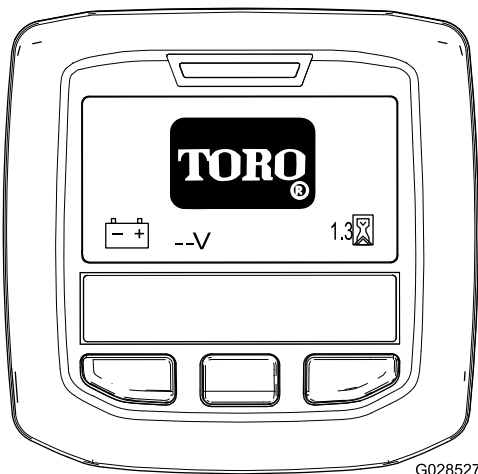

図 17
**注** インフォセンターが起動し初期画面が表示される 図 17。